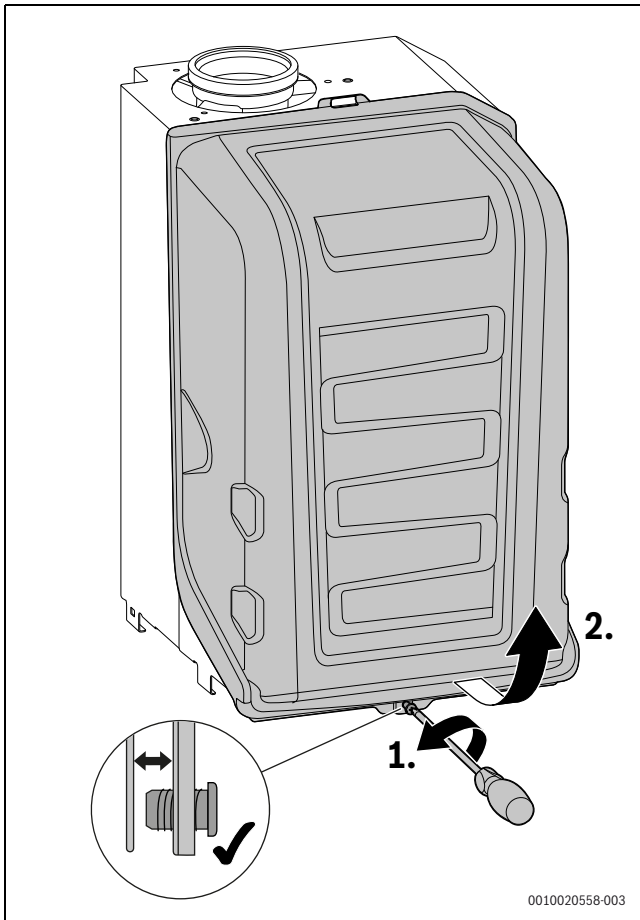

Bild 124 Brennerhaube abnehmen
- Brennerhaube abnehmen (→ Bild 124, Seite 66).